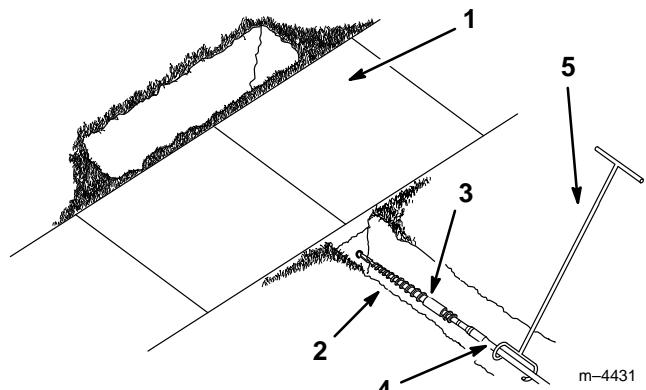

Abbildung 6
4. Das Bohrstangen-Führungs werkzeug unmittelbar hinter dem Bohrmeißel an der Bohrstange anbringen (Abb. 6).
5. Die Person, die den Bohrmeißel führt, stellt sich rechts neben den Graben (Abb. 6). Den Motor starten, das Pumpenwahlventil auf langsam (Schildkröte) stellen, den Gasregler auf die Mitte des Drehzahlbereichs schieben und den Zusatzgeräte-Hydraulikhebel nach hinten ziehen, um die Vorwärtsdrehung des Bohrmeißels zu starten.
6. Die Zugmaschine langsam vorwärtsbewegen, während die Person mit dem Bohrstangen-Führungs werkzeug den Bohrmeißel in den Boden führt (Abb. 6).